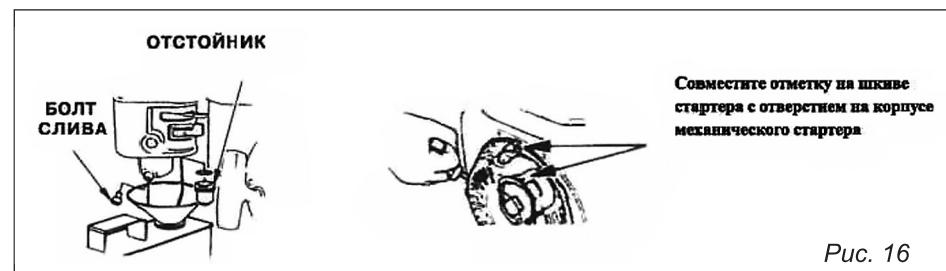

Рис. 16
8. Проверните несколько раз коленчатый вал двигателя, чтобы масло равномерно распределилось, затем установите свечу зажигания. Медленно тяните ремень стартера, пока не почувствуете сопротивление. Продолжайте тянуть, пока паз на шкиве стартера не поравняется с отверстием на механическом стартере (рис.16). В этой точке выпускной клапан и выпускной клапан закрыты, и это поможет защитить двигатель от внутренней коррозии.